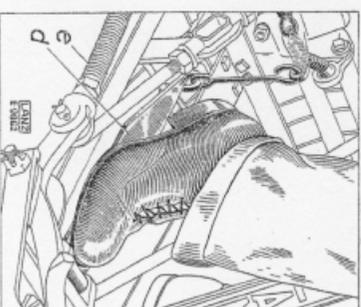

Bild 23. Fußehebel.
a) Um mit dem Rechen ein sauberes Arbeiten zu erzielen, müssen die Zinken Spitzen durch Niederreten des Fußehebels „c“ (Bild 23) fest am Boden gehalten werden, damit sie das ganze Heu erfassen können.